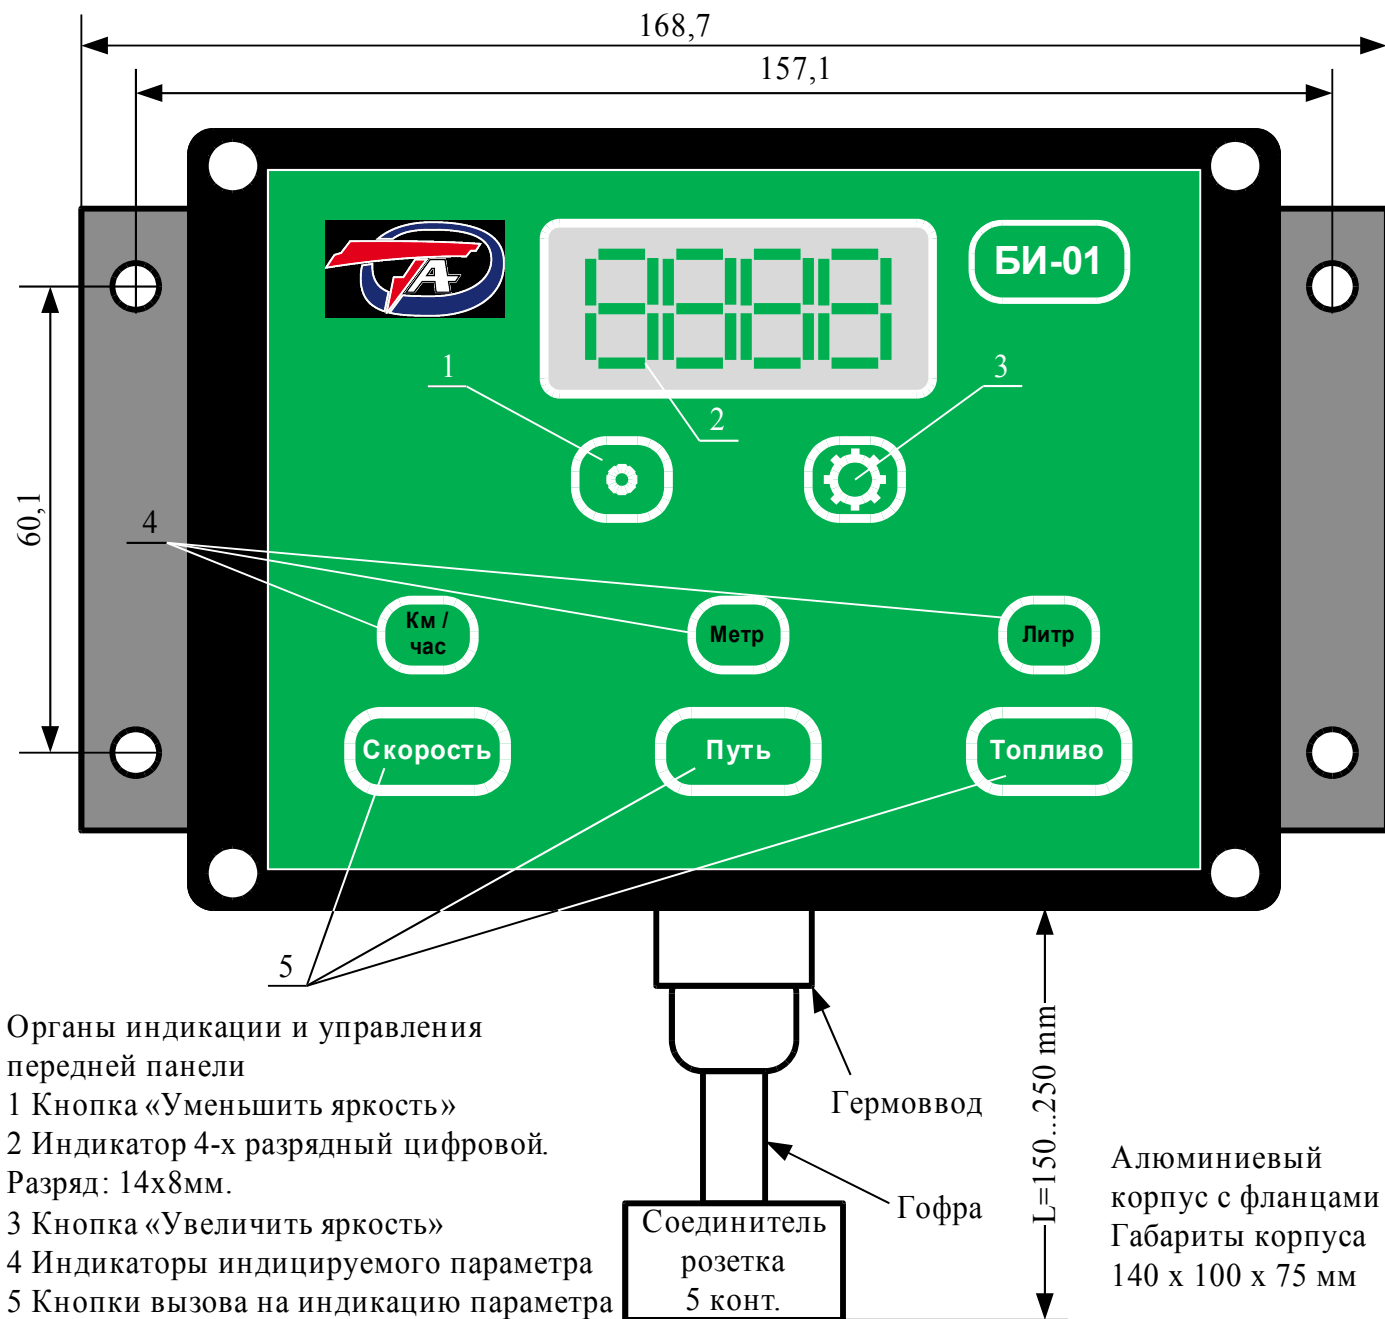

Рис.3. Конструкция БИ-01.
4.1.3 Конструкция блока индикации БИ-01 приведена на рис.3.
В корпусе БИ-01 смонтирована печатная плата электронной части. Из корпуса через герметизирующий штуцер выходит жгут проводов, оканчивающийся разъемом для подключения внешних цепей БИ-01. Размещение кнопок и индикаторов на передней панели блока БИ-01 показано на рис.3.